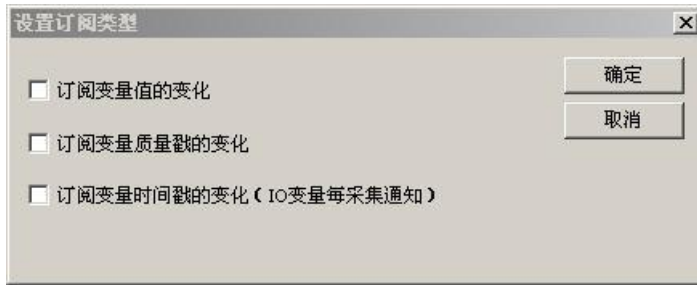

图 25.6 设置订阅类型
- ✧ **订阅变量**：在取得的变量列表中选择单个或多个变量，点击该按钮，系统弹出如图 25.6 所示的对话框。